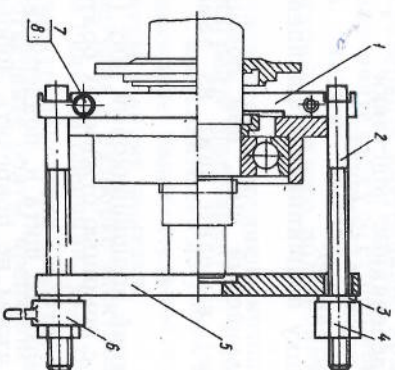

Рис. 10. Съем шарикового подшипника электродвигателя исполнения IM3011:
- снимите с вала подшипник вместе с капсюлем при помощи съёмника (рис. 10);